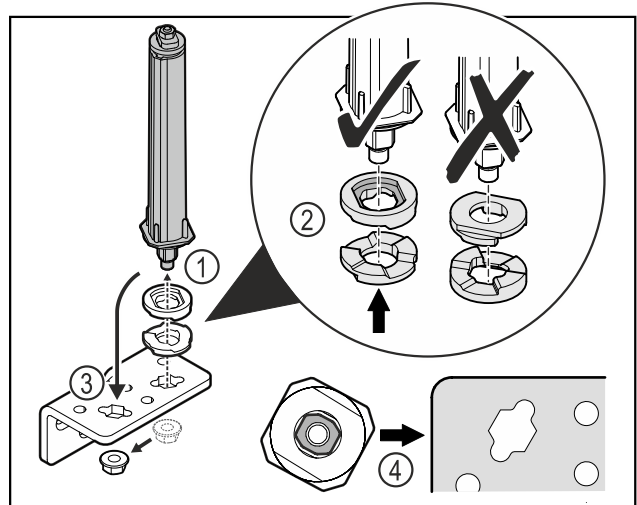

Fig. 37
- Mutter lösen und Türschließsystem entfernen Fig. 37 (1).
- Auf die korrekte Ausrichtung der Höhenverstell-scheiben achten Fig. 37 (2).
- Türschließsystem im Scharnierwinkel umsetzen und mit der Mutter fixieren Fig. 37 (3).
- Beim Einsetzen auf die korrekte Ausrichtung des Türschließsystems achten Fig. 37 (4).